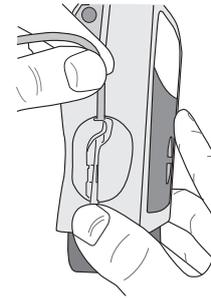

図3
- ・ゆっくりとチューブを垂直方向へ引っ張り、チューブを確実に溝にはめます (図3)。チューブ取り付けがきちんとできていない場合、ポンプ作動時に「キホウケンチ」と画面表示され、アラーム音が発生します。再度チューブを取り付け直してください。